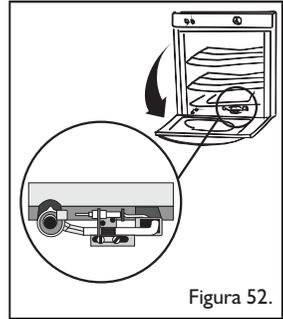

Figura 52.
- Abra la puerta del horno, presione la perilla y gírela a la primera posición de temperatura indicada, simultáneamente prenda un encendedor manual o una cerilla y acérquelo al tubo de ignición ubicado en la zona delantera del difusor de calor. Mantenga presionada la perilla aproximadamente por 15 segundos hasta que la fuente de calor se mantenga estable, no se apague y se active el mecanismo de seguridad (Ver figura 52).